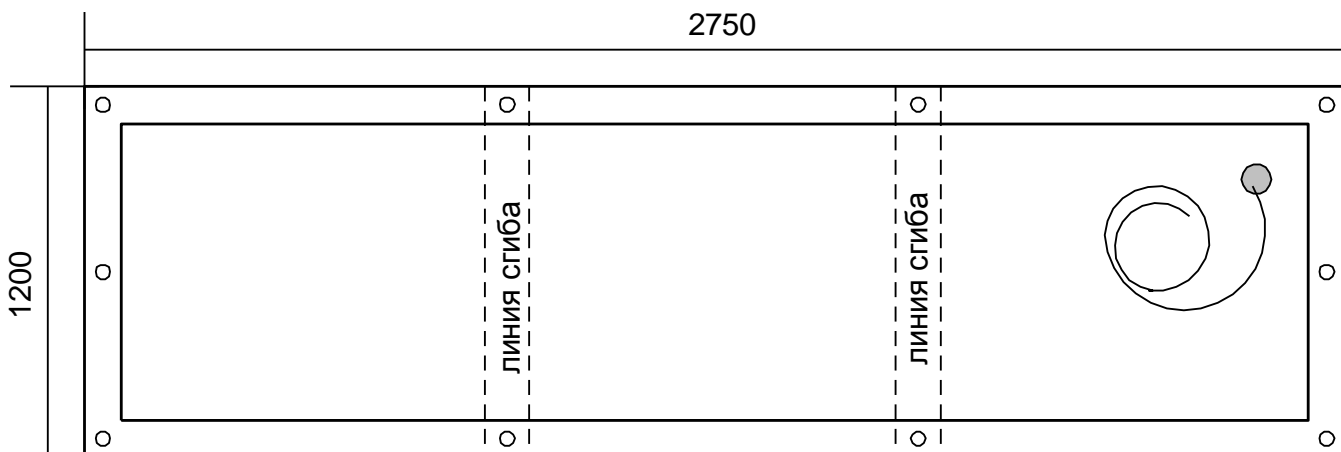

Рис.1
1. Стандартные габаритные размеры ТЭМС (см. рис.1):